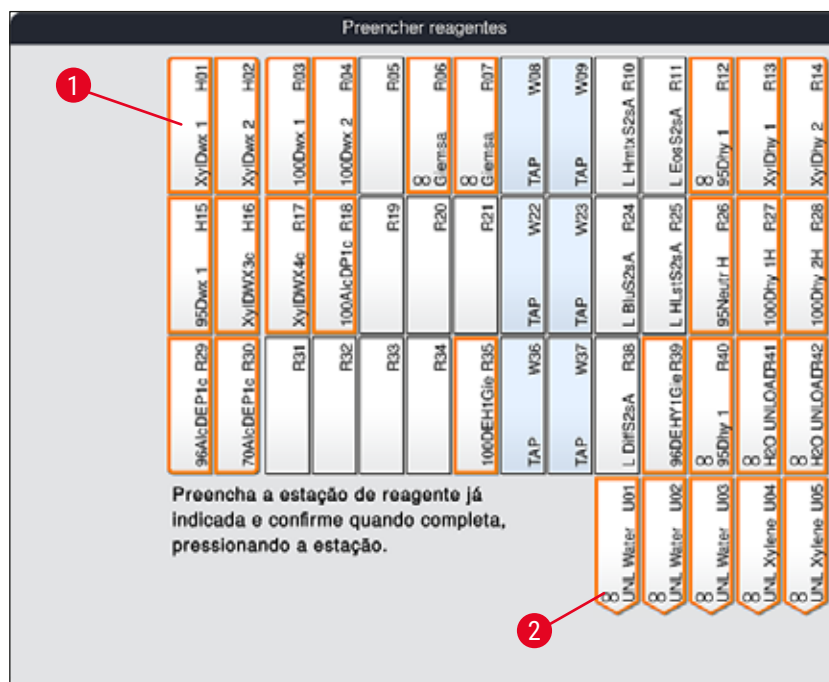

Fig. 56
2. Na nova janela **Preencher reagentes** (→ "Fig. 56"), a estação a serem abastecidas são identificadas em laranja (→ "Fig. 56-1").
Somente os reagentes definidos pelo usuário e adicionados do programas de coloração Leica são exibidos com uma identificação em laranja (→ "Fig. 56"). Os reagentes do kit de reagente Leica são subsequentemente lidos (→ P. 83 – **Abastecimento dos reagentes do kit de reagente Leica**).